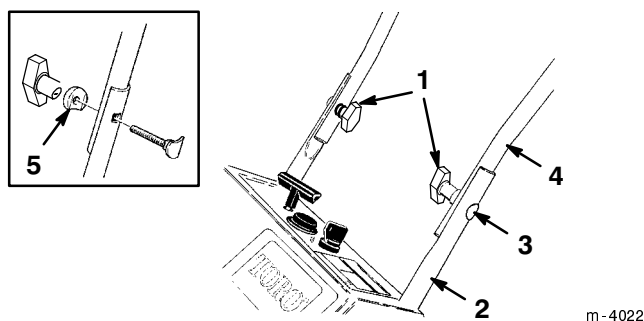

Figure 2
- Placez les extrémités de la partie supérieure du mancheron à l'intérieur de la partie inférieure, les trous en face les uns des autres (Fig. 2).
- Bouton (2)
- Boulon à tête fraisée bombée (2)
- Rondelles bombées (2)
- Fixez la partie supérieure du mancheron à la partie inférieure à l'aide des boulons à tête fraisée bombée, des rondelles bombées et des boutons (Fig. 2).
**Remarque :** Veillez à bien aligner les boulons à tête fraisée bombée et les rondelles bombées (voir encadré à la Fig. 2).